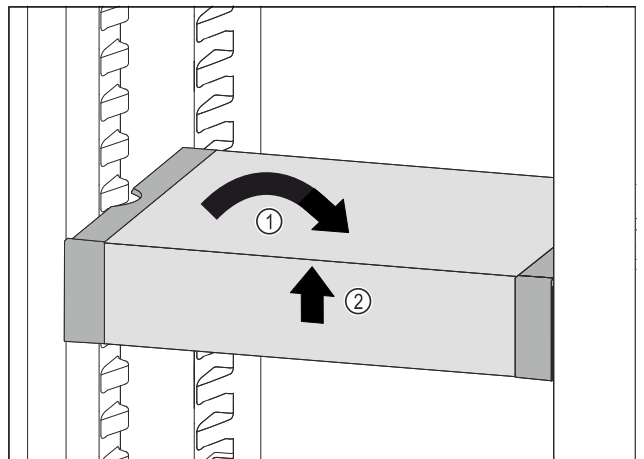

Fig. 72
- ▶ Predal VarioSafe postavite ravno. Fig. 72 (1)
- ▶ Predal VarioSafe dvignite spredaj. Fig. 72 (2)